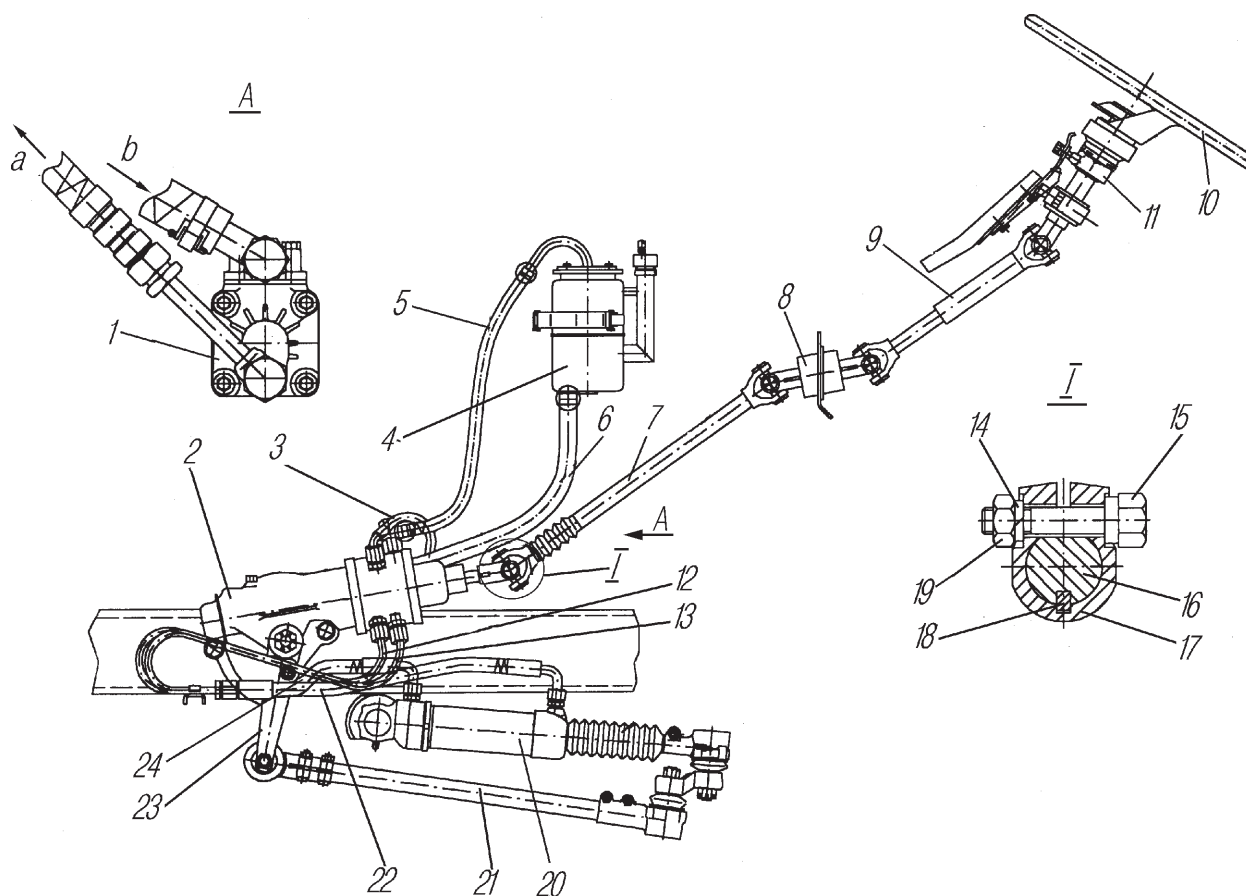
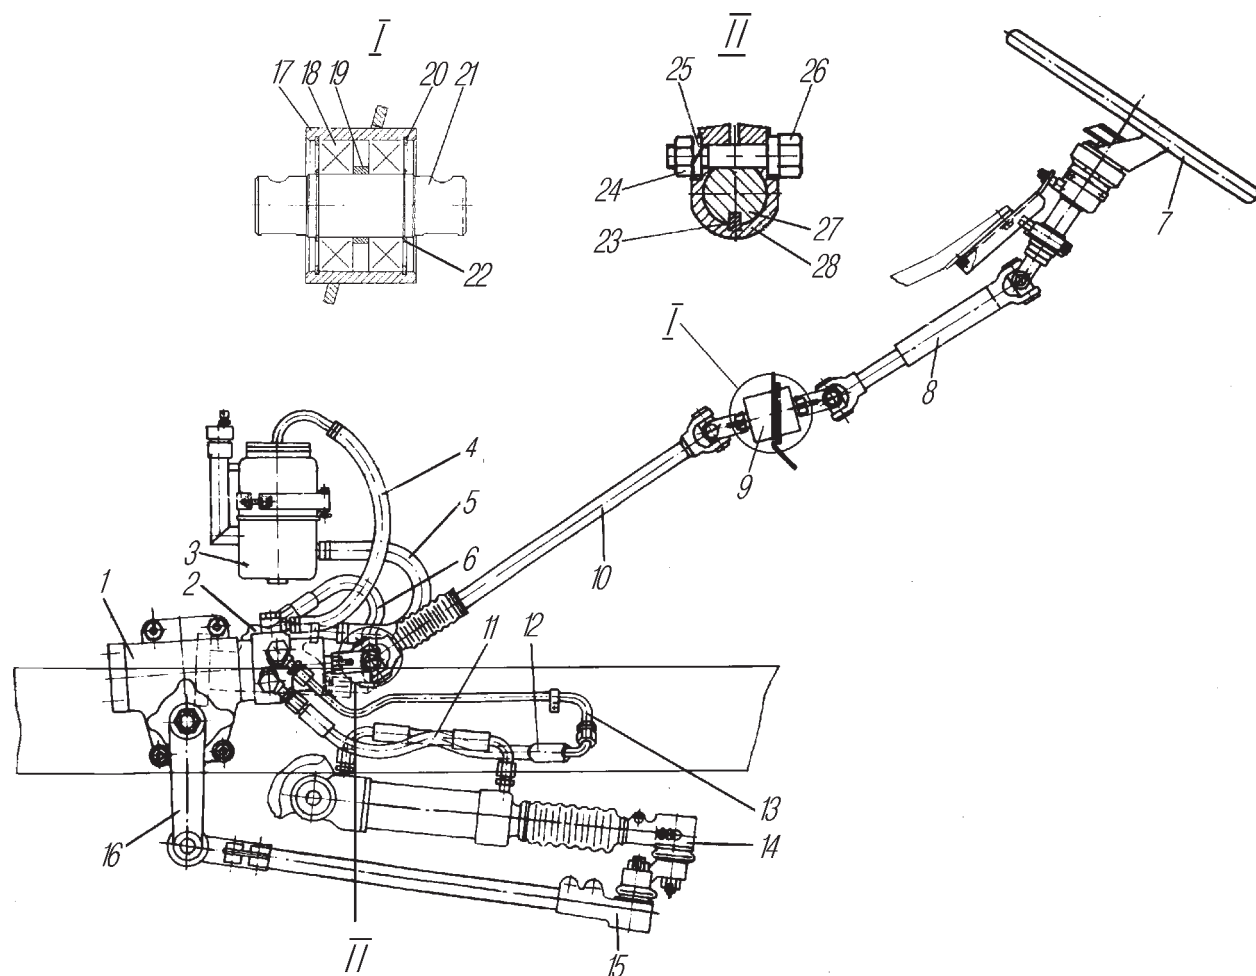
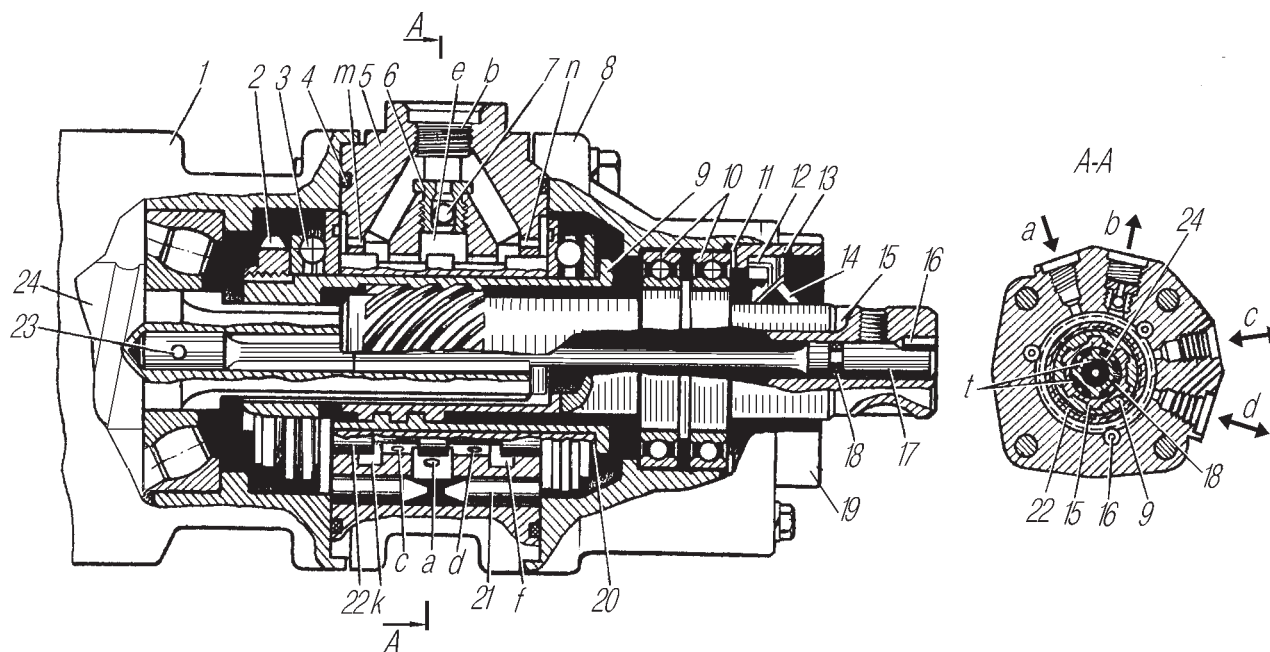

Рис. 53. Рулевое управление с механизмом типа червяк-боковой сектор:
Рис. 54. Рулевое управление с механизмом типа винт-шариковая гайка-рейка-сектор:
Рис. 57. Распределитель гидроусилителя руля:
На автомобилях возможна установка рулевого управления двух исполнений: с рулевыми механизмами типа червяк-боковой сектор или винт-шариковая гайка-рейка-сектор, при этом карданные валы 7 (рис. 53) и 10 (рис. 54) отличаются длиной.
**Рулевая колонка** соединяется с рулевым механизмом карданными валами через промежуточную опору 8 (см.рис. 53). В конструкции промежуточной опоры применены подшипники закрытого типа, не требующие смазки.
**Распределитель** (рис. 57) установлен на рулевом механизме.
Рабочая жидкость от насоса поступает к средней канавке «e» (см. рис. 57). Поскольку в этом положении золотника канавки «e», «k» и «f» соединяются между собой, то масло, заполняя их и реактивные камеры, из распределителя через крайние канавки «k» и «f» и отверстие «b» сливается в масляный бак.
В начальный момент перемещения, когда давление в гидросистеме невелико, усилие на рулевом колесе, в основном, создается за счет закручивания торсиона, который непосредственно воздействует на вал 15. Винтовое соединение при этом перемещает золотник и практически не нагружается. При смещении золотника, величина которого ограничена зазором «t» в шлицевом соединении, прекращается доступ рабочей жидкости к кольцевой канавке «f». Жидкость от насоса подается к средней канавке «e», а затем через канал «d» в корпусе и далее по трубопроводу поступает в бесштоковую полость усилительного механизма 14 (см.рис. 54).
Из штоковой полости усилительного механизма жидкость по трубопроводам, через канал «с» (см.рис. 57) распределителя поступает в кольцевую канавку «k» и далее через отверстие «b» сливается в бак.
1. Перед регулировкой натяга в подшипниках 14 закрепить рулевой механизм в тисках за проушины картера, отсоединить карданный шарнир (см.рис. 54). Вращением вала 15 (см.рис. 57) установить гайку-рейку 8 (см.рис. 56) и сектор 1 в одно из крайних положений. Определить момент, необходимый для проворачивания вала 15 (см.рис. 57) из крайнего положения в среднее (вал проворачивать на угол примерно 30°). Если момент меньше 0,9 Н.м (0,1 кгс.м), отрегулировать натяг в подшипниках 14 (см.рис. 56), уменьшив количество прокладок 12. После регулировки момент, необходимый для проворачивания вала 15 (см.рис. 57), должен быть в пределах 0,9-1,5 Н.м (0,1-0,15 кгс.м).
После установки крышек момент, необходимый для проворачивания вала 15 (см.рис. 57) в среднем положении, должен быть в пределах 2,7-4,1 Н.м (0,27-0,41 кгс.м).